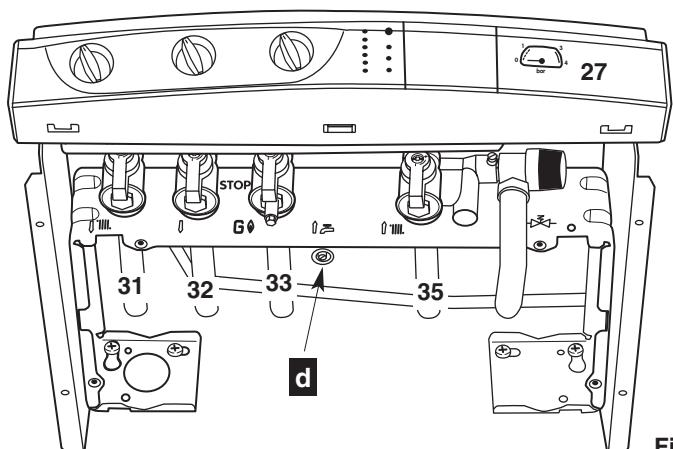

Fig. 13
- Vérifier que les robinets départ chauffage **31**, départ réchauffage ballon **32** et retour chauffage **35** (fig. 13) sont bien ouverts ;
- refermer le robinet lorsque l'aiguille du manomètre **27** (fig. 13) est supérieure à la pression déterminée au § 3 ;
- ouvrir le robinet d'arrivée de gaz **33** (fig. 13) ;
Agir sur la vis **d** (fig.13) de réglage du by-pass, visible sous la barrette hydraulique (dénvisser pour ouvrir) afin d'adapter la hauteur manométrique disponible aux pertes de charge de l'installation, selon les courbes des diagrammes **GV** ou **PV** (fig. 14 ou 15).